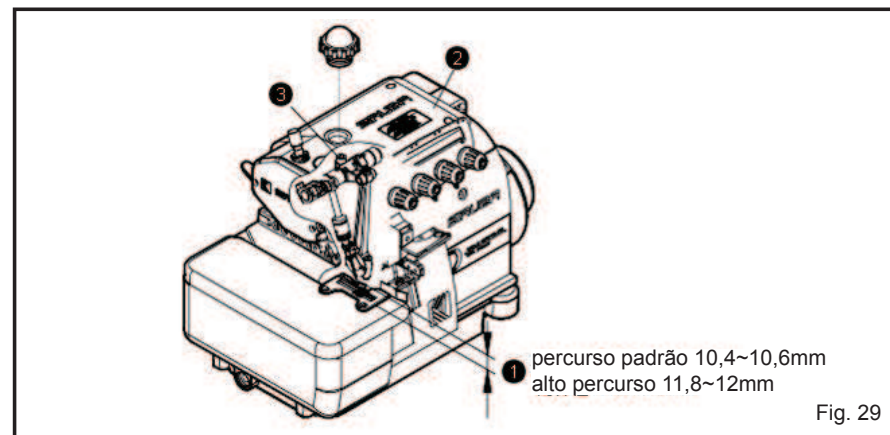

Fig. 29
1. ① é a distância da ponta da agulha até a superfície da placa da agulha, quando a agulha é levantada ao ponto mais alto depois de virar a polia. (Fig. 29)